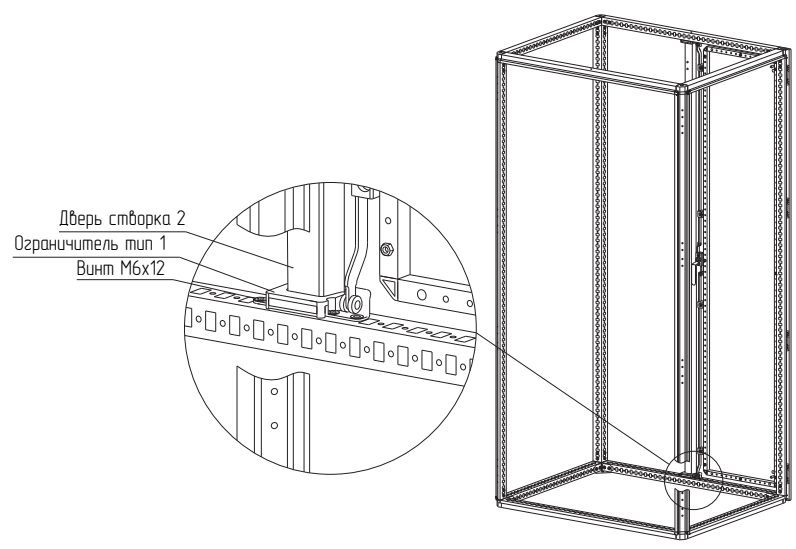

Рисунок 27
4.14.4 Установите ограничители с верху и снизу каркаса (рисунок 27). Для крепления использовать винты М6×12. Момент затяжки – 7 Н·м.